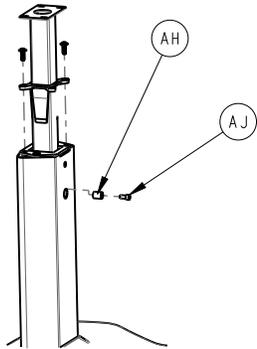

Figure 15 – Support de fixation de colonne
8. À l'aide d'une clé à six pans de 3/16 po, retirer la vis (AJ) et l'entretoise (AH) du tube guide inférieur (Figure 15). Conserver la vis et l'entretoise.